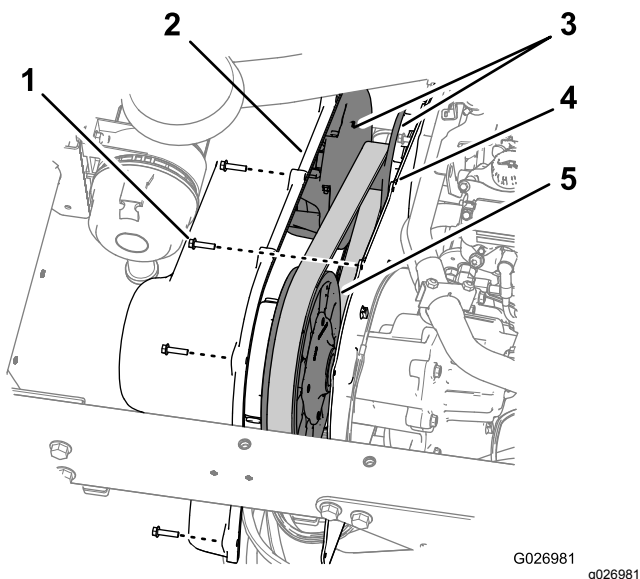

Figura 72
1. Retire los 9 pernos de cabeza hexagonal con arandela prensada (1/4" x 1") que sujetan la cubierta de la transmisión a la placa de montaje de la transmisión (Figura 72).
5. Alinee los taladros de la cubierta de la transmisión con los taladros de la placa de montaje (Figura 72).
6. Sujete la cubierta a la placa de montaje (Figura 72) con los 9 pernos de cabeza hexagonal (1/4" x